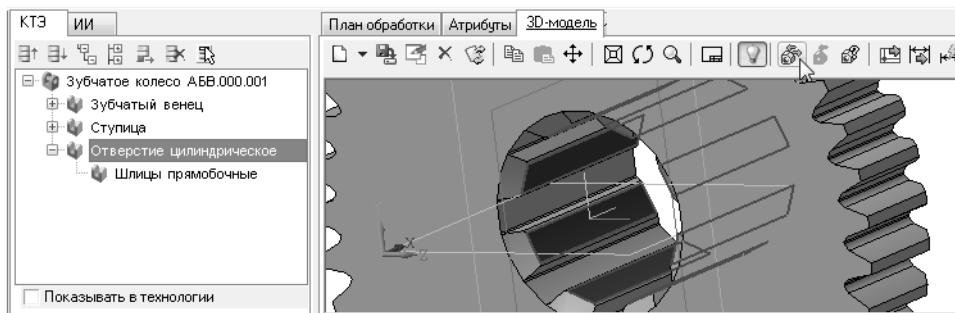

Рис. 8.6.
10. Установите курсор в дереве КТЭ на элементе **Отверстие**. На 3D-модели последовательно выделите наружные грани шлиц так, как показано на (рис. 8.6). Установите связь между элементами, нажав кнопку **Связать с текущим элементом** дерева КТЭ.